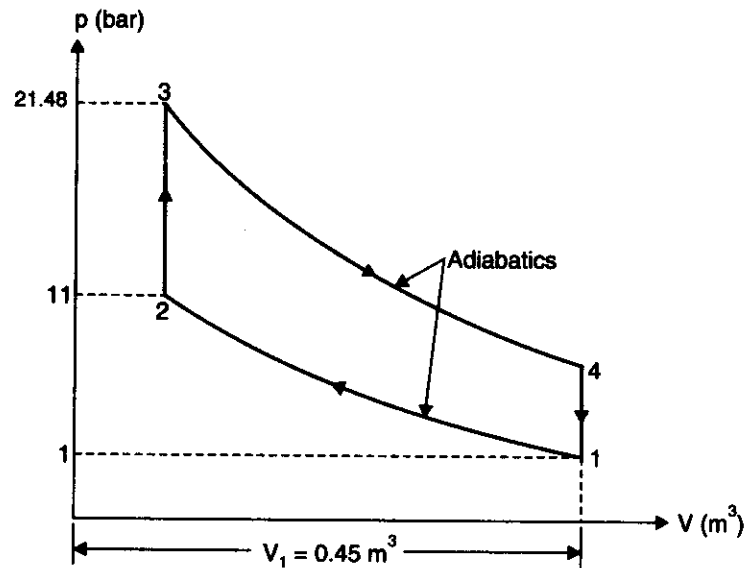

Fig. 13.12
**Solution.** Refer Fig. 13.12